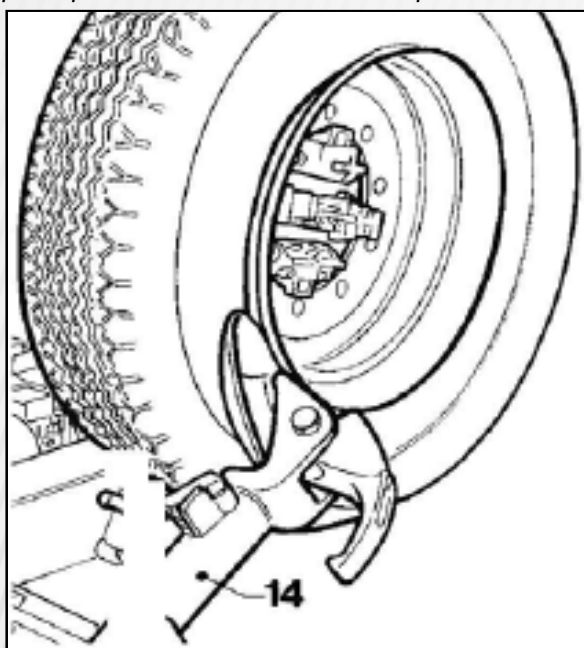
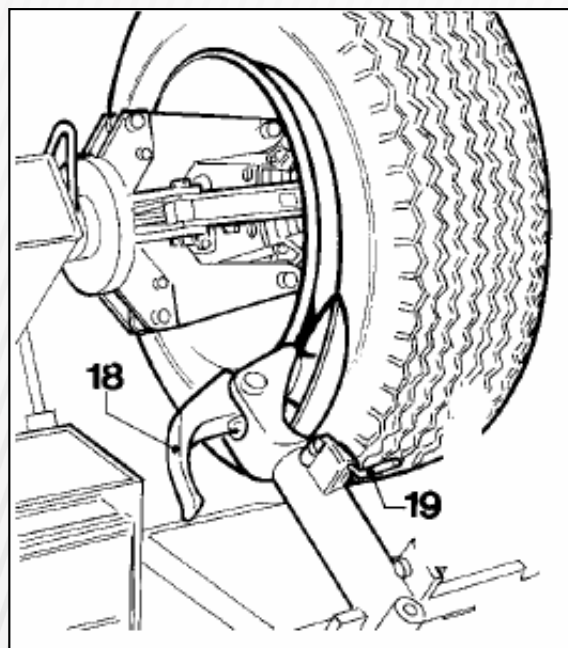

Рисунок 14
Рисунок 15
- 3) Установите кронштейн съемного рычага покрышки 14 (рис. 14) в рабочее положение и дайте ему зафиксироваться.
- 4) При помощи переносного блока управления маневрируйте колесом до тех пор, пока внешняя часть обода не появится из-за диска (рис. 14).
- 7) Отведите кронштейн съемного рычага покрышки 14 (рис. 14) в сторону и установите его в не рабочее положение, отжав его установочную рукоятку, затем переведите его во второе рабочее положение (рис. 15).
8) Нажмите на рукоятку установки съемного рычага 19 (рис. 15) и поверните головку рукоятки на 180°, пока он автоматически не зафиксируется.